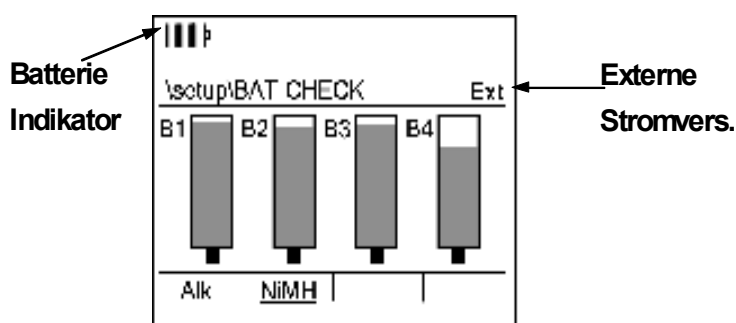

Bild 3-3: Anzeige für Batterie Prüfung
Die Anzeige der Batterie-Prüfung gibt Übersicht über den Zustand der Stromversorgung des Gerätes. Bei Batteriebetrieb wird der Ladezustand jeder der vier Batteriebank grafisch dargestellt. (Bild 3-3).
- 1 In der EINRICHTEN Anzeige wählen Sie **Batterie**, dann drücken Sie . Die Anzeige für Batterieprüfung (Bild 3-3) erscheint.